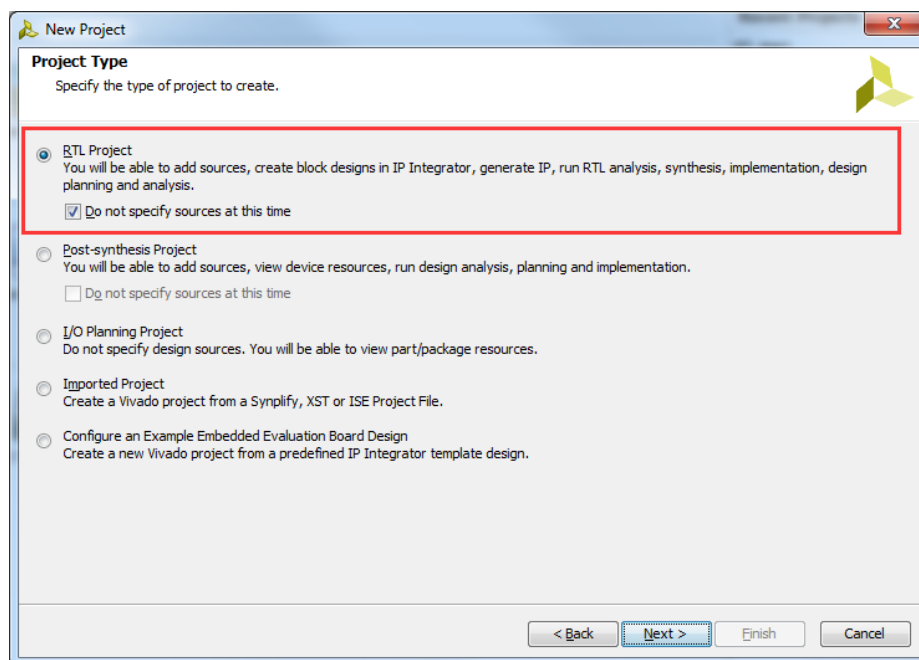

图 2-4 选择 RTL 工程
4) 在选择工程类型的界面中, 如图 2-4, 选择 RTL 工程。由于本工程无需创建源文件, 故将 Do not specify sources at this time (不指定添加源文件) 勾选上 (默认项)。点击 Next。